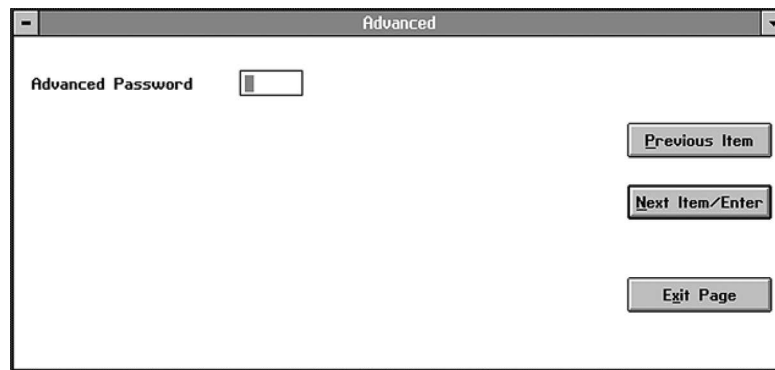

Figura 73: Janela de Senha
2. Quando uma janela similar a *Figura 73* abaixo abrir, insira sua senha a nível de fábrica. Contate a Panametrics para a senha apropriada.